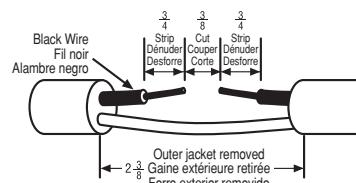
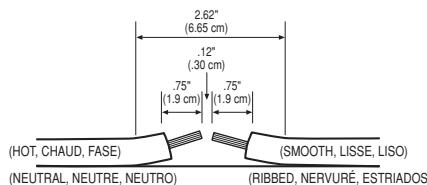

Figure 1/Figure 1/Figura 1
Figure 2/Figure 2/Figura 2
1. Cut and strip black wire (round SVT cord) or smooth wire (flat SPT cord) as shown below. Do not cut insulation from white wire (round cord) or ribbed wire (flat cord). Ensure that white wire (round cord) or ribbed wire (flat cord) is routed through bottom channel inside switch cover. (See Figure 1, Figure 2)
1. Couper et dénuder le fil noir (cordon rond SVT) ou le fil lisse (cordon plat SPT) comme illustré ci-dessous. Ne pas couper l'isolation du fil blanc (cordon rond) ou du fil nervuré (cordon plat). S'assurer que le fil blanc (cordon rond) ou le fil nervuré (cordon plat) est inséré dans le passage inférieur aménagé à l'intérieur du couvercle de l'interrupteur. (Voir Figure 1, Figure 2.)